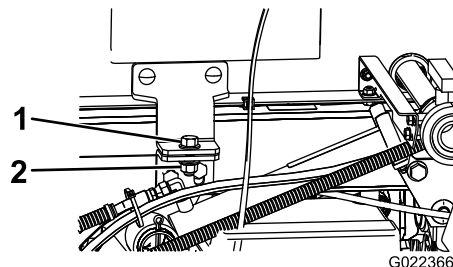

Bild 96
5. Entfernen Sie die Sicherungsschrauben vorne am Gestell (Bild 96).